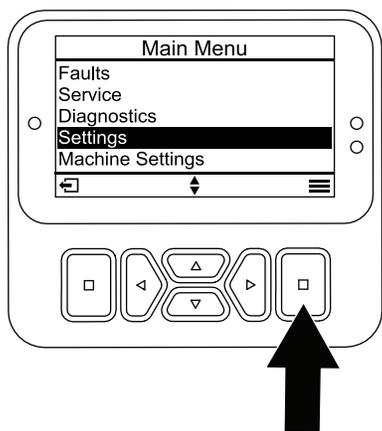

図 24
1. メインメニューから、設定メニューまで下にスクロールし、選択ボタン (図 24) を押します。